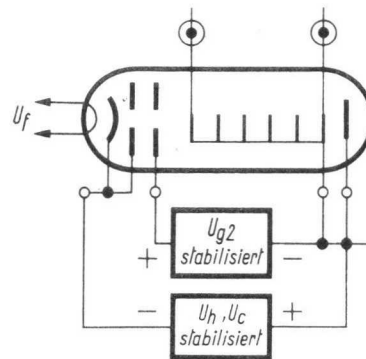

Bild 2
- b) Betrieb ohne reduzierte Auffängerspannung (Bild 2).